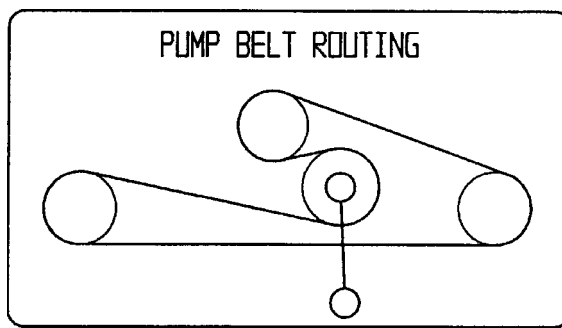

Figure 53
- Abaissez la poulie de tension rappelée par ressort et enlevez la courroie des poulies du moteur et de la pompe hydraulique (Figure 53). Retirez la courroie entre les poulies.
- Montez la courroie neuve sur les poulies du moteur et des pompes hydrauliques (Figure 53).
- Abaissez la poulie de tension rappelée par ressort et alignez-la sous la courroie de transmission, puis relâchez-la (Figure 53).